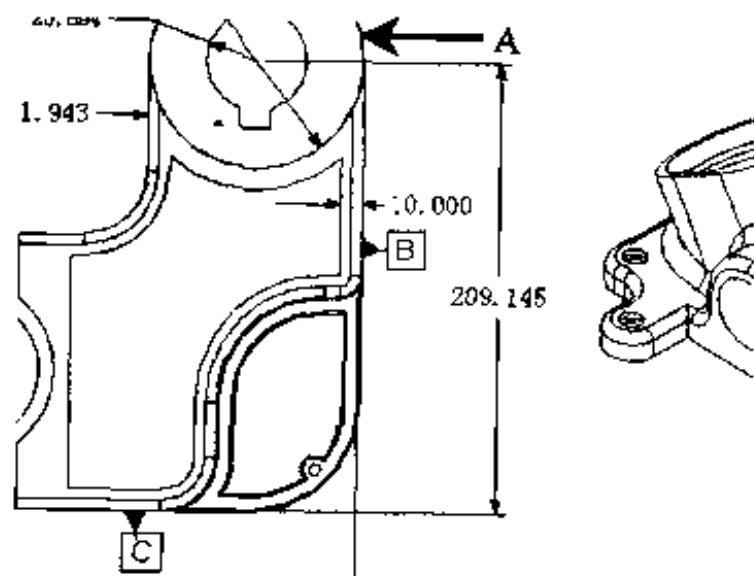
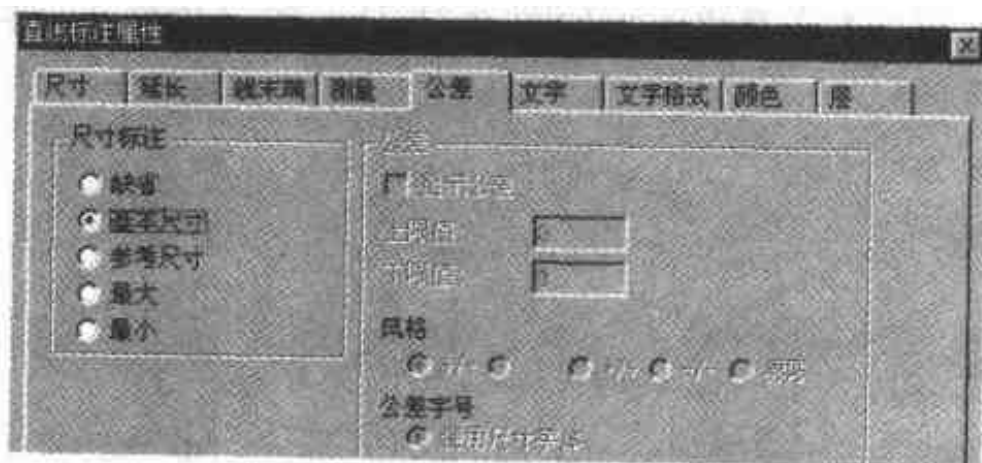

图 2.73 应用【智能尺寸】进行点到线的标注
图 2.74 【公差】选项卡
- (10) 使用【智能标注】添加如图 2.73 所示的点到线尺寸。第一次单击时要按住 Shift 键指向圆(图示 A),标注点到线的尺寸 209.145。按下 Shift 键使【智能标注】的单击操作无效,此时圆心点为测量的起始点。
- (1) 右击图 2.73 中点到线尺寸(209.145),选择【属性】命令,弹出【直线标注属性】对话框,再选择【公差】选项卡(图 2.74),然后选择【基本尺寸】单选按钮,从而将这个尺寸变为基本尺寸。